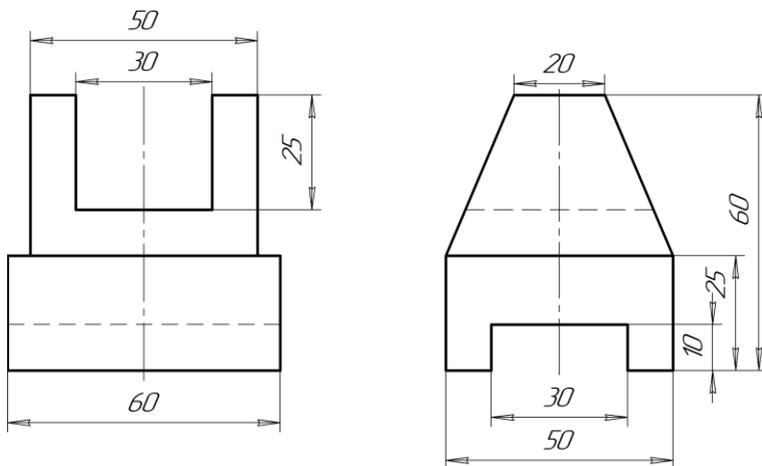

Рисунок 30
- Перечертить имеющиеся проекции и начертить недостающую проекцию (рисунок 30).